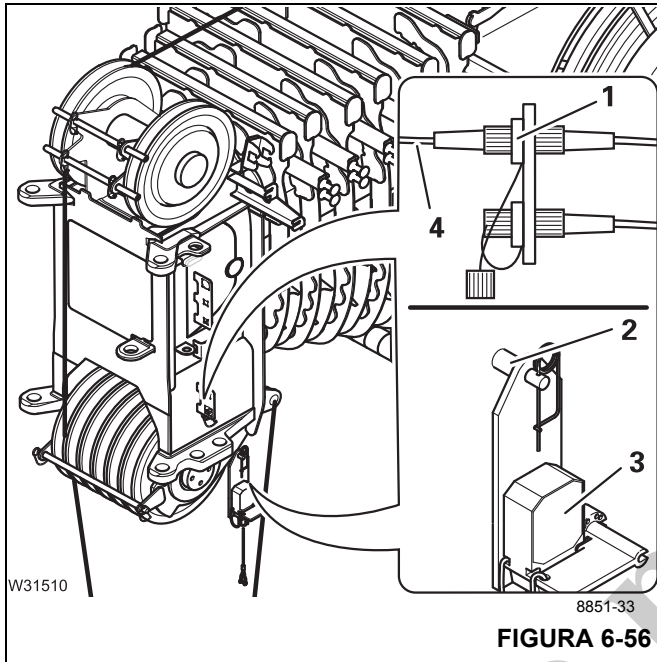

FIGURA 6-56
- Coloque el interruptor de prevención del contacto entre bloques (3, Figura 6-56) en el grillete (2) y fíjelo con un pasador de retención.
- Coloque el cable (4) de modo que no se dañe durante el funcionamiento de la grúa, y conecte el interruptor de prevención del contacto entre bloques en el receptáculo (1).